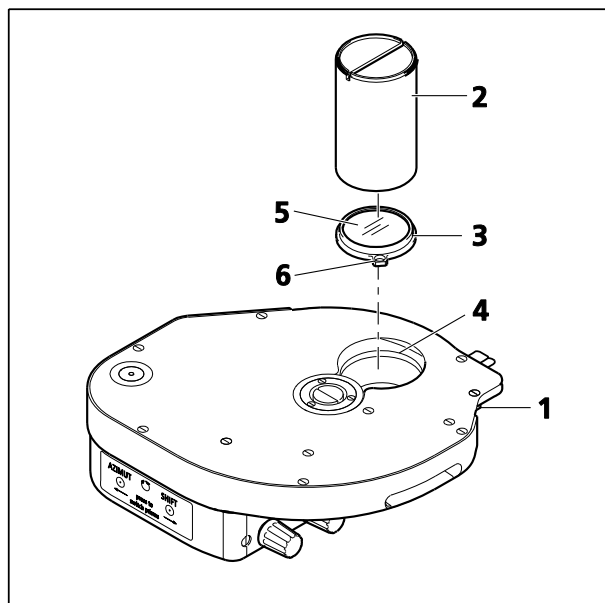

Fig. 28 Remplacement du prisme DIC de la tourelle porte-modulateur
- Dévisser la vis de serrage (Fig. 28/1) de la tourelle.
- Tourner manuellement le disque à tourelle jusqu'à ce que la position souhaitée soit accessible par le haut dans l'ouverture (Fig. 28/4).
- Dévisser la bague de retenue à l'aide de l'outil double fonction (Fig. 28/2).
- Visser ensuite le côté fileté de l'outil (Fig. 28/2) dans le support de prisme (Fig. 28/3), puis retirer le prisme du DIC (Fig. 28/5).
- Monter le prisme DIC en procédant dans l'ordre inverse et en prêtant une attention particulière à la bonne orientation du prisme DIC (la languette Fig. 28/6 doit être placée dans l'encoche du support prévu à cet effet dans la tourelle porte-modulateur). S'assurer que l'étiquetage sur l'anneau moleté du disque-tourelle est correct.